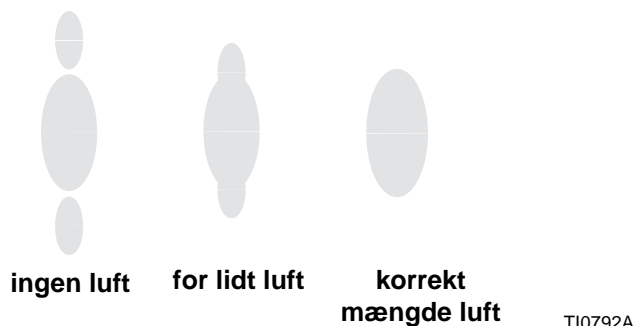

FIG. 6. Problemer med spredningsmønster
2. Se FIG. 6. Indstil forstøvningslufttrykket til ca. 35 kPa (0,35 bar, 5 psi) ved aktivering af aftrækkeren. Kontrollér spredningen, og øg derefter langsomt lufttrykket, indtil forstøvningen er fuldstændig og trukket ud i spredningsmønstret. Lufttrykket til pistolen må ikke overstige 0,7 MPa (7 bar, 100 psi).